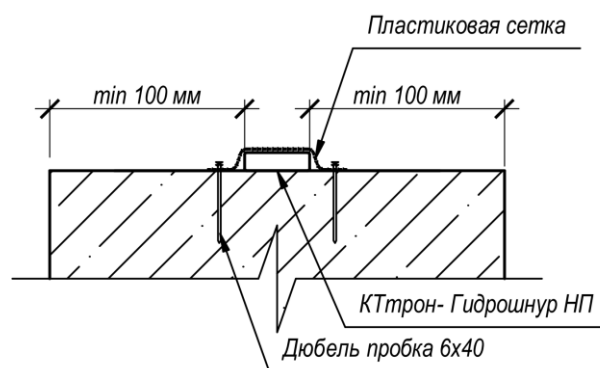

Рис. 5
- Прикрепить профиль с помощью сетки-серпанки и дюбель-пробок согласно рис. 5. Шаг крепления – 100 ... 400 мм в зависимости от неровности поверхности. В местах стыковки шнура необходимо устраивать перехлест не менее 200 мм и выполнять установку дополнительного крепления аналогичной схемы.